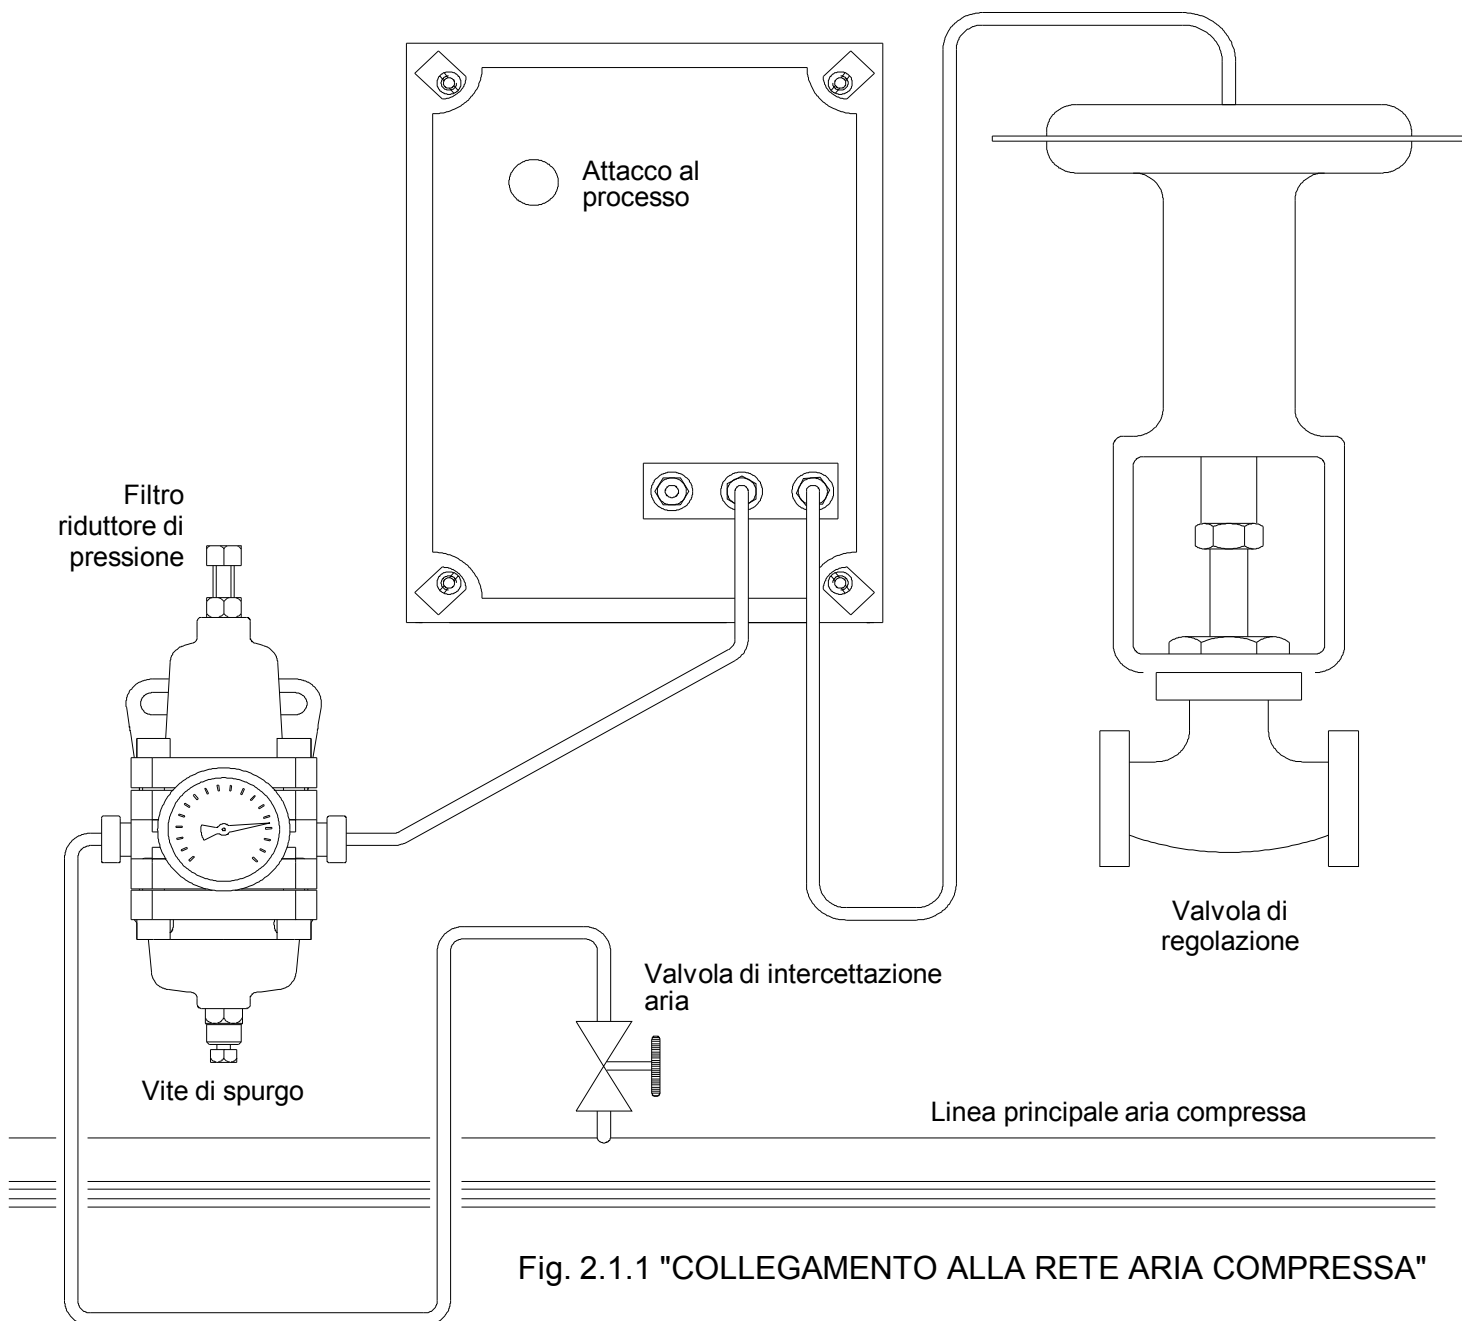
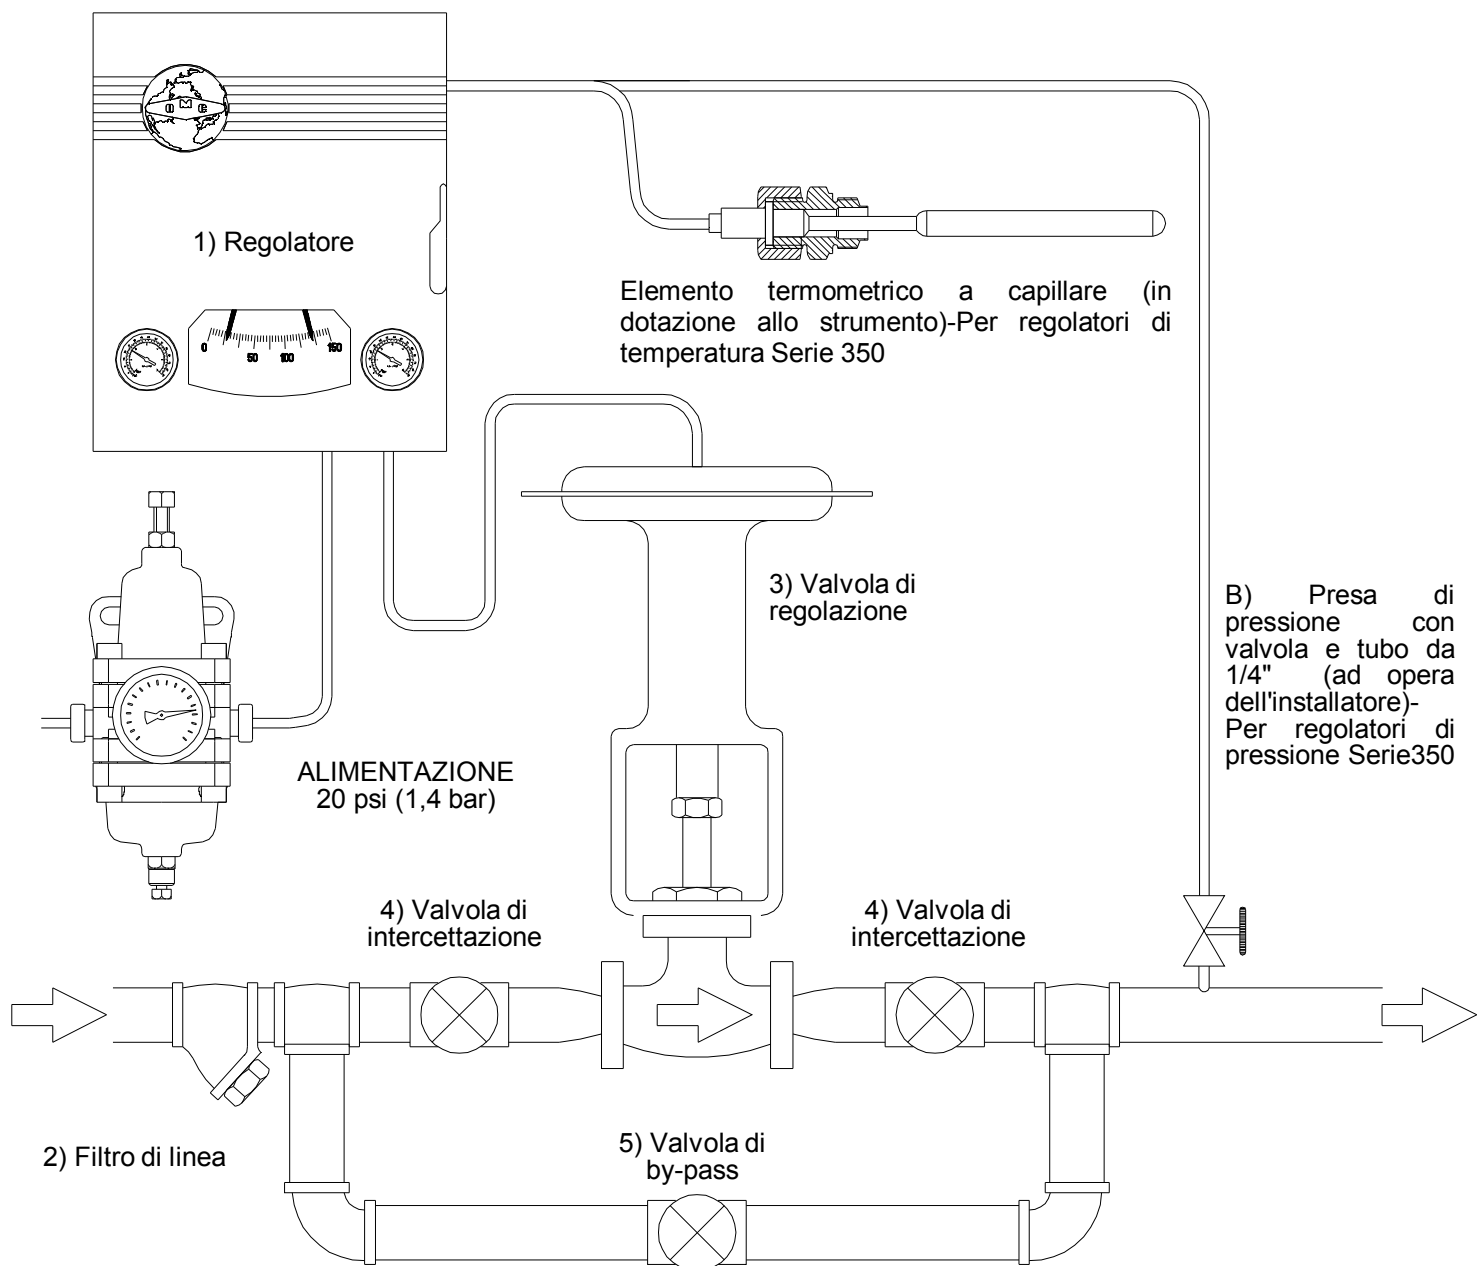

Fig. 2.1.1 "COLLEGAMENTO ALLA RETE ARIA COMPRESSA"
Fig. 2.2.1 "COLLEGAMENTO ALLA VALVOLA DI REGOLAZIONE"
### 2.1. COLLEGAMENTO ALLA RETE ARIA COMPRESSA (Fig. 2.1.1)
## 2.2. COLLEGAMENTO ALLA VALVOLA DI REGOLAZIONE (Fig. 2.2.1)
**C** - Aprire completamente le valvole d'intercettazione situate a monte e a valle della valvola di regolazione, accertandosi che la valvola di by-pass sia chiusa vedi (Fig. 2.2.1)
**A** - Alimentare l'apparecchio con aria a 20 psi ( $\pm 1,5$ ) e aprire la vite di spurgo del filtro riduttore di pressione (vedi Fig. 2.1.1) fino al completo scarico di eventuali condense.
**B** - Agendo sulla manopola di "Set-Point" (25), posizionare l'indice rosso (22) del regolatore sul valore desiderato.
**C** - Ruotare la banda proporzionale (10) al 0% accertandosi che l'azione dello strumento sia quella richiesta (DIRECT = segnale di uscita direttamente proporzionale alla variabile regolata ; REVERSE = segnale di uscita inversamente proporzionale alla variabile regolata).
**D** - Se la valvola di regolazione (3) è dotata di by-pass (5), controllare che quest'ultima sia ben chiusa e che la valvola d' intercettazione a valle (4) sia completamente aperta (vedi Fig.2.2.1).
**E** - Aprire lentamente e completamente la valvola d'intercettazione a monte della valvola di regolazione ( 4 Fig. 2.2.1).
**C** - Ruotare la banda proporzionale (10) al 20% accertandosi che l'azione dello strumento sia quella richiesta (DIRECT = segnale di uscita direttamente proporzionale alla variabile regolata ; REVERSE = segnale di uscita inversamente proporzionale alla variabile regolata).
**H** - Avviene generalmente che l'indice nero di misura non coincida perfettamente con l'indice rosso del valore desiderato. Per eliminare lo scostamento ruotare leggermente le ghiera di riassetto manuale (14).
**B** - Aprire la valvola (48) dell'azione integrale ruotandola in senso orario. Agendo sulla manopola di "Set-Point" (25), spostare l'indice rosso (22) del regolatore in modo da portare il manometro del segnale in uscita (21) al valore di 9 psi. Chiudere completamente la valvola (48) ruotandola in senso antiorario sino al fermo.
**C** - Agendo nuovamente sulla manopola di "Set-Point" (25), posizionare l'indice rosso (22) del regolatore sul valore desiderato.
**D** - Ruotare la banda proporzionale (10) al 20% accertandosi che l'azione dello strumento sia quella richiesta (DIRECT = segnale di uscita direttamente proporzionale alla variabile regolata ; REVERSE = segnale di uscita inversamente proporzionale alla variabile regolata).
**E** - Se la valvola di regolazione (3) è dotata di by-pass (5), controllare che quest'ultima sia ben chiusa e che la valvola d'intercettazione a valle (4) sia completamente aperta (vedi Fig.2.2.1).
**F** - Aprire lentamente e completamente la valvola d'intercettazione a monte della valvola di regolazione ( 4 Fig. 2.2.1).
**I** - Avviene generalmente che l'indice nero di misura non coincida perfettamente con l'indice rosso del valore desiderato. Per eliminare lo scostamento aprire gradualmente la valvola (48) dell'azione integrale sino alla sovrapposizione degli indici e provocare artificialmente un disturbo, spostando rapidamente l'indice rosso di Set-Point, se l'indice nero inizia a pendolare chiudere lentamente la valvola (48) sino allo smorzamento della pendolazione e alla sovrapposizione dei due indici. Provocare nuovamente un disturbo e verificare la pendolazione dell'indice nero, se necessario agire nuovamente sulla valvola (48) e ripetere il controllo.
**A** - Aprire la valvola dell'azione derivativa ruotando la manopola (53) in senso orario sino al fermo.
**B** - Alimentare l'apparecchio con aria a 20 psi ( $\pm 1,5$ ) e aprire la vite di spurgo del filtro riduttore di pressione (vedi Fig. 2.1.1) fino al completo scarico di eventuali condense.
**C** - Aprire la valvola dell'azione integrale ruotando la manopola (48) in senso orario. Agendo sulla manopola di "Set-Point" (25), spostare l'indice rosso (22) del regolatore in modo da portare il manometro del segnale in uscita (21) al valore di 9 psi. Chiudere completamente la valvola (48) ruotandola in senso antiorario sino al fermo.
**D** - Agendo nuovamente sulla manopola di "Set-Point" (25), posizionare l'indice rosso (22) del regolatore sul valore desiderato.
**E** - Ruotare la banda proporzionale (10) al 20% accertandosi che l'azione dello strumento sia quella richiesta (DIRECT = segnale di uscita direttamente proporzionale alla variabile regolata ; REVERSE = segnale di uscita inversamente proporzionale alla variabile regolata).
**F** - Se la valvola pneumatica (3) è dotata di by-pass (5), controllare che quest'ultima sia ben chiusa e che la valvola d'intercettazione a valle (4) sia completamente aperta (vedi Fig. 2.2.1).
**G** - Aprire lentamente e completamente la valvola d'intercettazione a monte della valvola (4 Fig. 2.2.1).
**L** - Avviene generalmente che l'indice nero di misura non coincida perfettamente con l'indice rosso del valore desiderato. Per eliminare lo scostamento aprire gradualmente la valvola (48) dell'azione integrale sino alla sovrapposizione degli indici e provocare artificialmente un disturbo, spostando rapidamente l'indice rosso di Set-Point, se l'indice nero inizia a pendolare chiudere lentamente la valvola (48) sino allo smorzamento della pendolazione e alla sovrapposizione dei due indici. Provocare nuovamente un disturbo e verificare la pendolazione dell'indice nero, se necessario agire ulteriormente sulla valvola (48) e ripetere il controllo. Se durante questa operazione il manometro (21) indica valori inferiori a 4 psi o superiori a 12 psi, chiudere gradualmente la valvola (53) dell'azione derivativa, sino a che, durante la regolazione, i valori non rientrano nei 4÷12 psi.